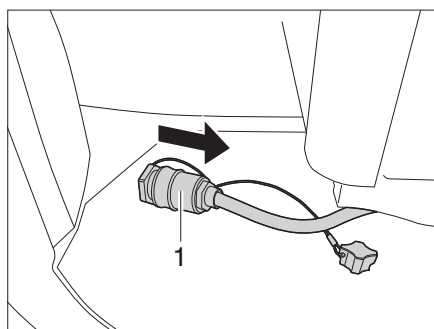

Figura 54 Soltar la conexión eléctrica
- Suelte la conexión eléctrica (Figura 54,1).